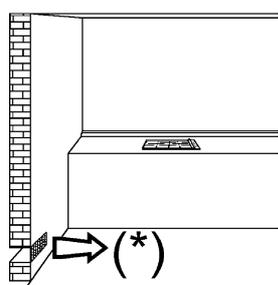
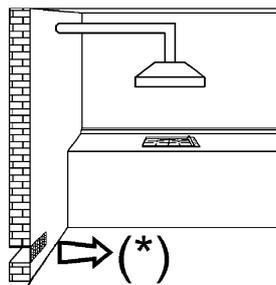

FIG. 3
FIG. 4
- **utilizarea unui aparat de gatit cu gaz produce caldura si umiditate in camera in care este instalat. Este deci necesar sa asigurati o buna aerisire lasand liberegurile de ventilatie naturala (fig. 3) si activand dispozitivul mecanic de aerisire (hota de aspiratie sau ventilator, fig. 4 si 5).**